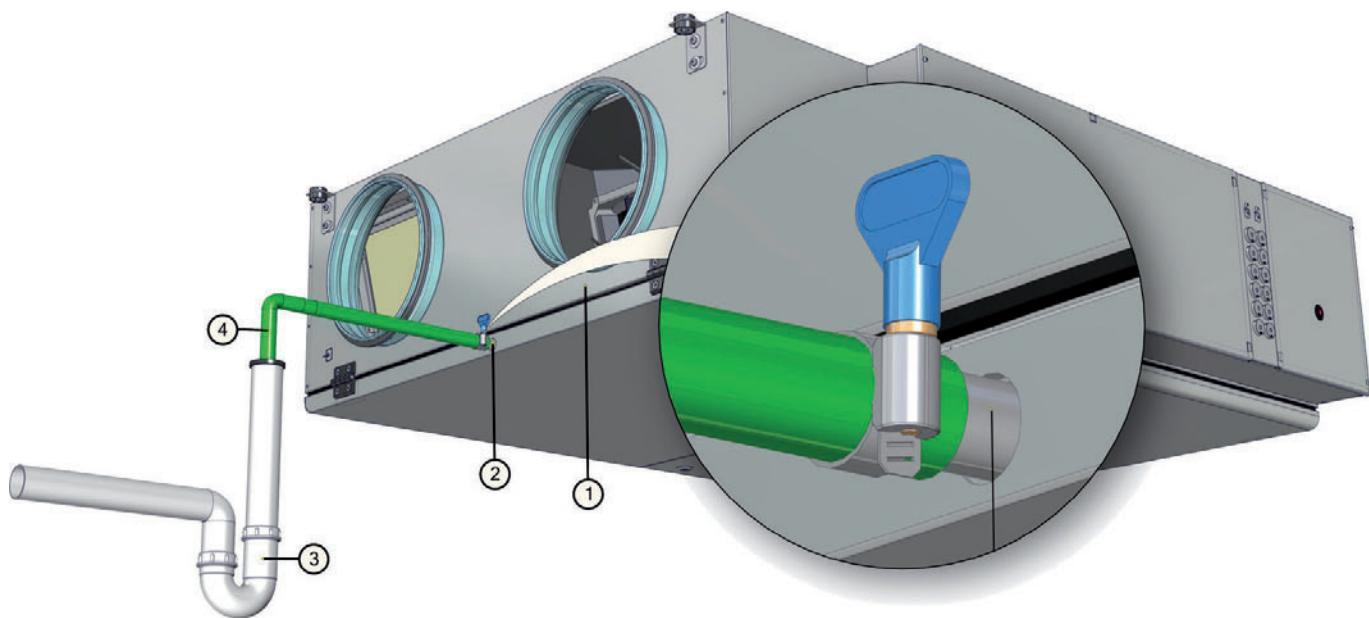

Рис. 9.1. Отвод конденсата от вентустановки.
После монтажа дренажной системы проверьте ее работу, залив в поддон отвода конденсата 0,5 литра воды (сифон (3) должен быть постоянно заполнен водой). Если вода не вытекает из поддона, устраните данную неисправность. Система отвода конденсата должна эксплуатироваться в помещениях с температурой воздуха выше 0 °C, в противном случае необходимо покрыть тепловой изоляцией всю систему отвода конденсата от вентустановки до канализационной трубы и проложить наэревательный элемент (в виде кабеля) под изоляцией. Схема отвода конденсата от вентустановки показана на рРис. 9.1.